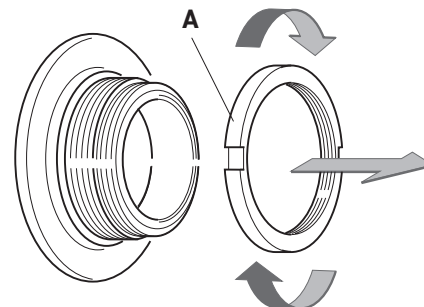
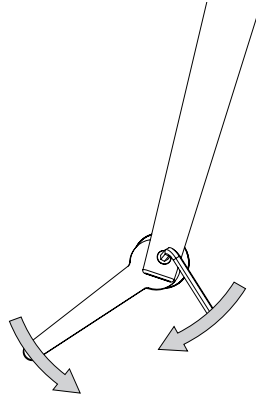

Abb. 6
Abb. 15
- Schrauben Sie die Hülse (A - Abb. 6) im Uhrzeigersinn von der Nabe ab.
• • Ziehen Sie die Schraube auf der nicht einstellbaren Seite der Achse (B - Abb.6) mit einem Drehmoment von 13-14 Nm an, wobei Sie die Drehung der Achse mit einem flachen 17-mm-Maulschlüssel (Abb.15) auf derselben Seite der Achse kontern.